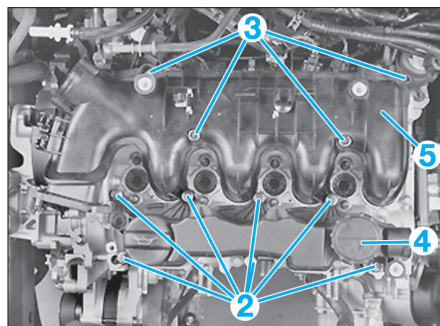

Fig. 73
- les 7 vis (2) (Fig.73) du séparateur d'huile,
- les vis (3) du répartiteur d'air d'admission,
- le séparateur d'huile (4),
- le collecteur d'admission (5),